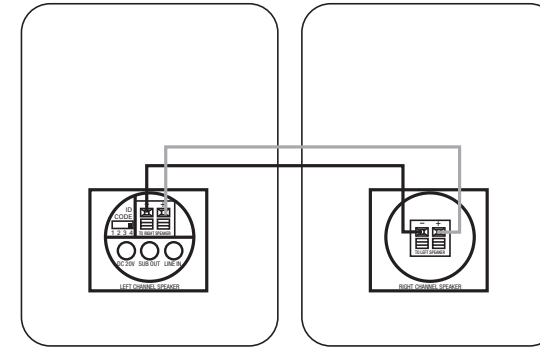

Abbildung 3.
Schritt 3. Schließen Sie die Lautsprecherkabel (im Lieferumfang enthalten) an die Klemmen 6 des aktiven und an die Klemmen 10 auf der Rückseite des passiven Lautsprechers an (siehe Abbildung 3). Bitte beachten Sie, dass die mitgelieferten Lautsprecherkabel mit einer markierten Ader versehen sind, um Fehler bei der Polarität zu vermeiden. Verbinden Sie immer die Tonquelle und die Lautsprecher gleichsinnig: den Pluspol der Quelle mit dem Pluspol des Lautsprechers und den Minuspol der Quelle mit dem Minuspol des Lautsprechers. Dabei spielt es keine Rolle welche Ader Sie für welche Verbindung verwenden.
Schritt 3. Schließen Sie die Lautsprecherkabel (im Lieferumfang enthalten) an die Klemmen 6 auf der Rückseite des aktiven und an die Klemmen 10 des passiven Lautsprechers (siehe Abbildung 3). Bitte beachten Sie, dass die mitgelieferten Lautsprecherkabel eine markierte Ader haben, um die Verkabelung zu vereinfachen. Verbinden Sie immer Tonquelle und Lautsprecher gleichsinnig: den Pluspol der Quelle mit dem Pluspol des Lautsprechers und den Minuspol der Quelle mit dem Minuspol des Lautsprechers. Dabei spielt es keine Rolle welche Ader Sie für welche Verbindung verwenden.
Schritt 3. Schließen Sie die Lautsprecherkabel (im Lieferumfang enthalten) an die Klemmen 6 auf der Rückseite des aktiven und an die Klemmen 10 des passiven Lautsprechers an (siehe Abbildung 3). Bitte beachten Sie, dass die mitgelieferten Lautsprecherkabel eine markierte Ader haben, um die Verkabelung zu vereinfachen. Verbinden Sie immer Tonquelle und Lautsprecher gleichsinnig: den Pluspol der Quelle mit dem Pluspol des Lautsprechers und den Minuspol der Quelle mit dem Minuspol des Lautsprechers. Dabei spielt es keine Rolle welche Ader Sie für welche Verbindung verwenden.